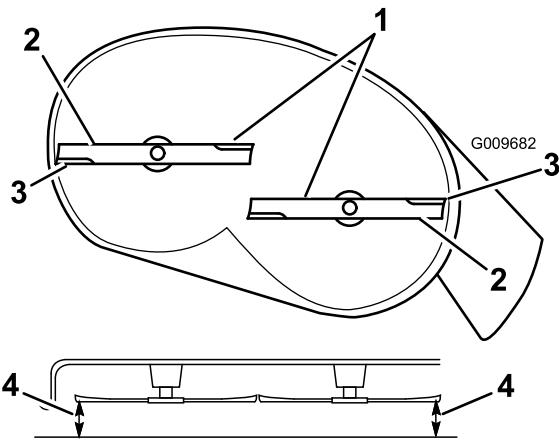

Bild 52
5. Messen Sie den Abstand zwischen den äußeren Schnittkanten und der ebenen Oberfläche (Bild 52). Wenn beide Messwerte nicht innerhalb von 5 mm liegen, ist eine Einstellung erforderlich. Machen Sie mit diesen Schritten weiter.
4. Drehen Sie die Messer vorsichtig, sodass sie alle seitlich gestellt sind (Bild 52).